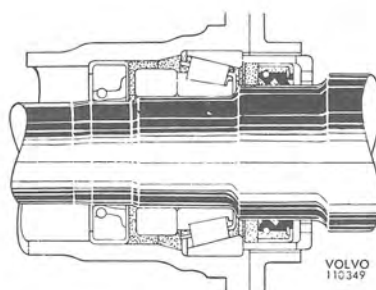
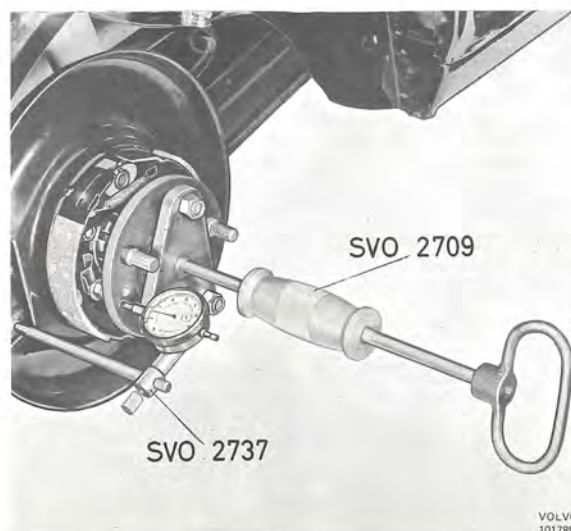

Bild 26. Smörjning av bakaxellager
Bild 27. Mätning av axialspelet för drivaxel
13. Packa in lagret väl med ett högklassigt helfyllnadsfett och montera därefter drivaxel, bromssköld och -hållare. Efter montering skall hela utrymmet mellan tättningsringarna vara fyllt med fett, se bild 26. Kontrollera axialspelet, som skall vara 0,05–0,13 mm, med mätur och hållare SVO 2737, se bild 27. Pressa därvid först ut ytterringarna i sina lägen med hjälp av slaghammaren på SVO 2709. Justera om erforderligt.